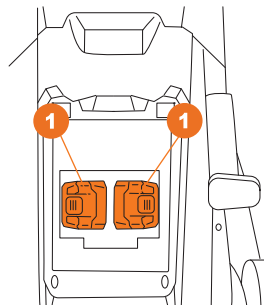

Рис. 8
- Вставьте аккумулятор в разъемы скарификатора ❶ (Рис. 8). Убедитесь в правильном расположении аккумулятора и соединении контактов.